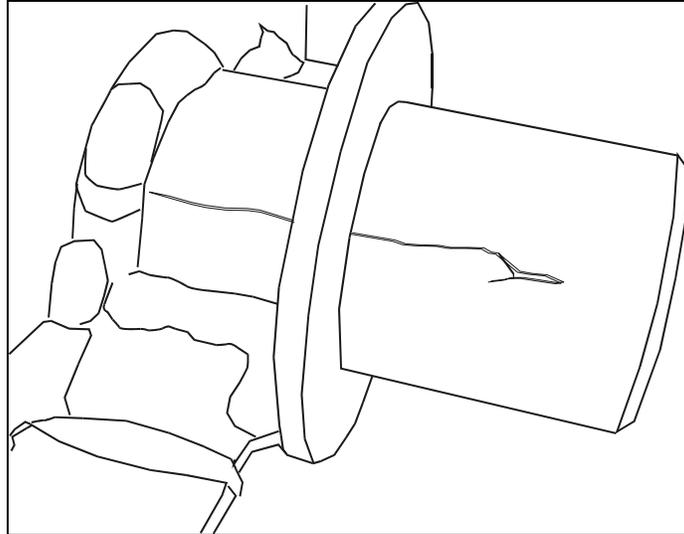

FIGURE 1 : EXEMPLE DE FISSURE
2. Vérifier la surface de la cheville de support pour détecter des fissures (Voir l'exemple à la figure 1).